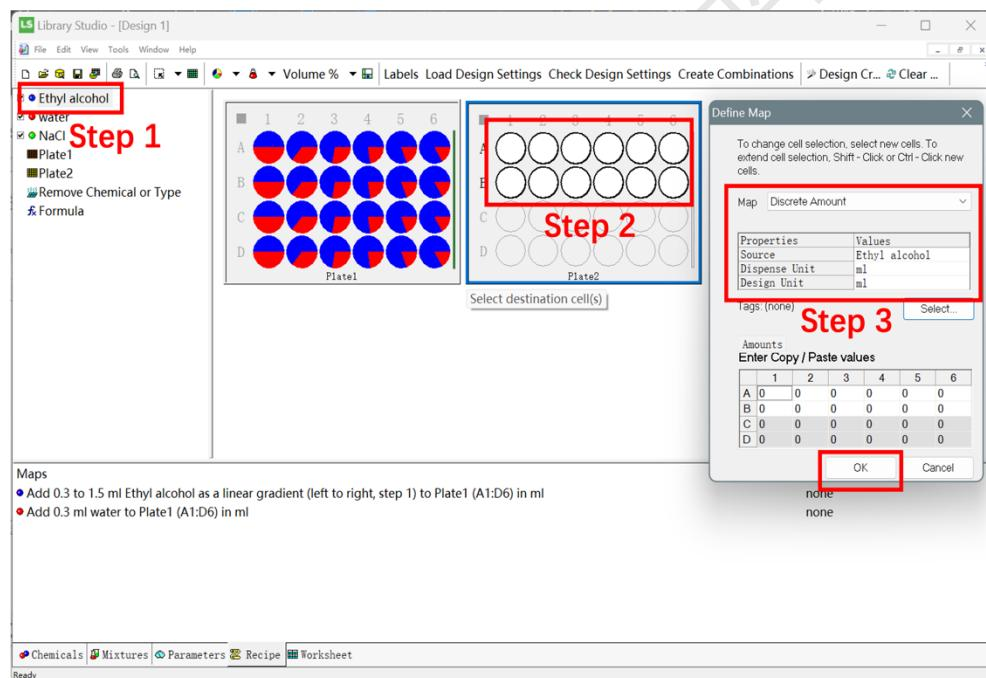

图 6-2-8
3) 添加化学品到实验板位中: 如图 6-2-8, 按照实验顺序, 选中“Sources”中的对应化学品, 并直接拖入对应板位中, 再在板位上选中需要添加该化学品的孔位 (若需加入多个孔位, 可以直接拖拽选择连续孔位, 或者按下“Ctrl”键后鼠标左键选择相应孔位)。随后在出现的“Define Map”窗口中, 设置该化合物的单位 (Dispense Unit 及 Design Unit, 两个单位必须保持一致), 所选单位应与样品类型匹配 (例如, 固体选 mg/μg, 液体选 mL/μL)。其中“Map”选项的下拉菜单中也有多种输入方式可选, 包括手动输入 (Discrete Amount)、表格导入 (Exists)、百分比递增 (Geometric)、梯度递增 (Gradient)、统一 (Uniform) 等。完成后选择“OK”, 用同样的方法编辑添加其他化学品。